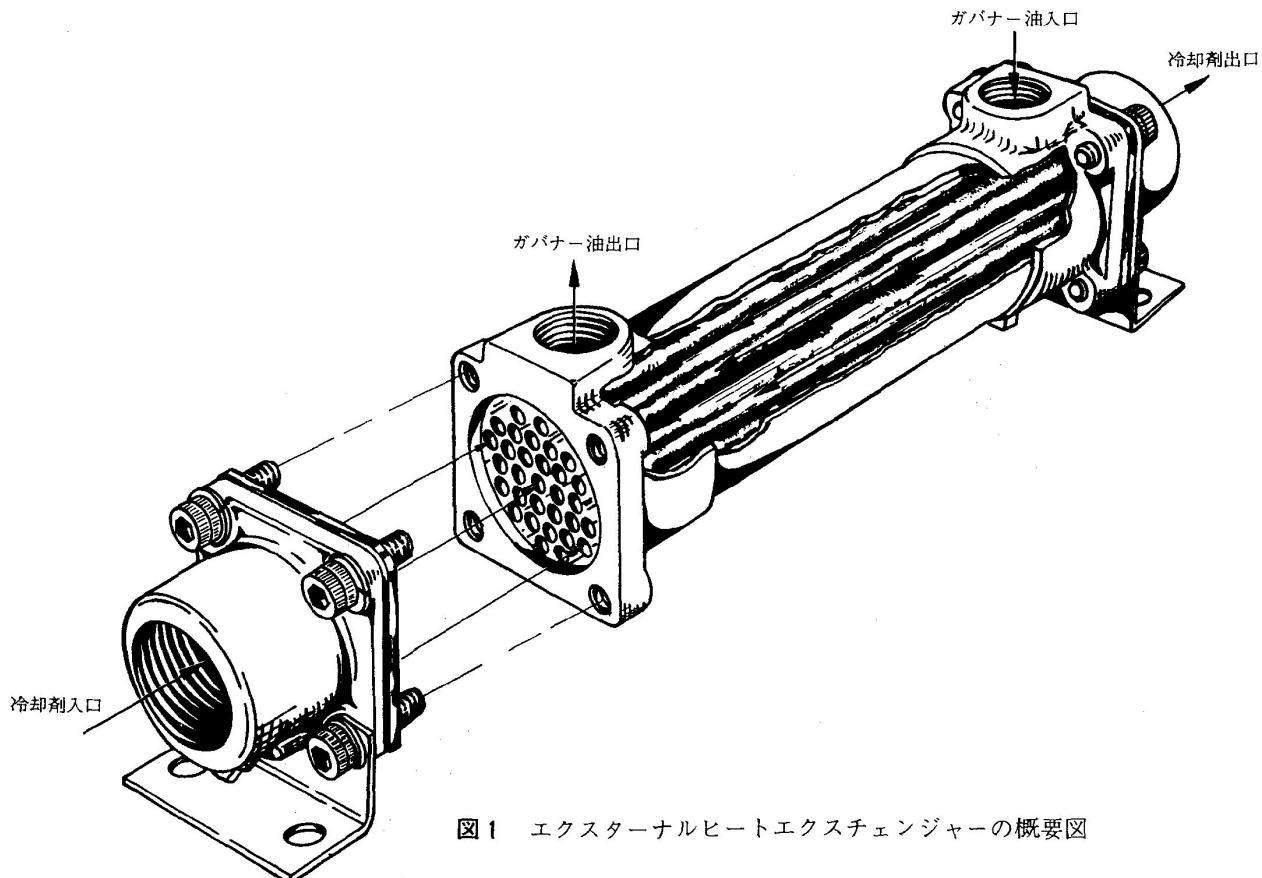

図1 エクスターナルヒートエクスチェンジャーの概要図
**作動**（図1参照）： ガバナーのアクチュレーターからバイパスした油はヒートエクスチェンジャー内の外側の同心通路を通ってガバナーのサンプへ戻る。ヒートエクスチェンジャー内で油の熱は、中心のチューブの壁を通り冷却剤の中に伝導される。中央のチューブ束内を通過する冷却剤の循環によりエクスチェンジャーから余乗熱を除去する。